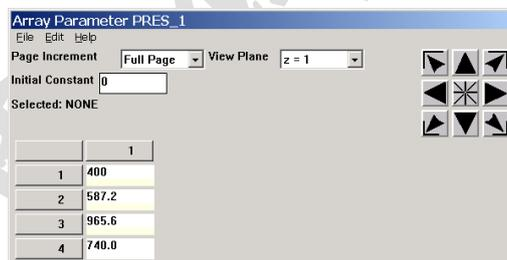

图5.42 定义数组数据点
(4) 选中刚才定义的数组 **pres_1**，然后单击 **Edit...** 按钮，弹出如图 5.42 所示的对话框，并按图所示输入四个数据。然后单击 **【File】|【Apply/Quit】** 菜单，关闭对话框。至此定义了一个四维数组。